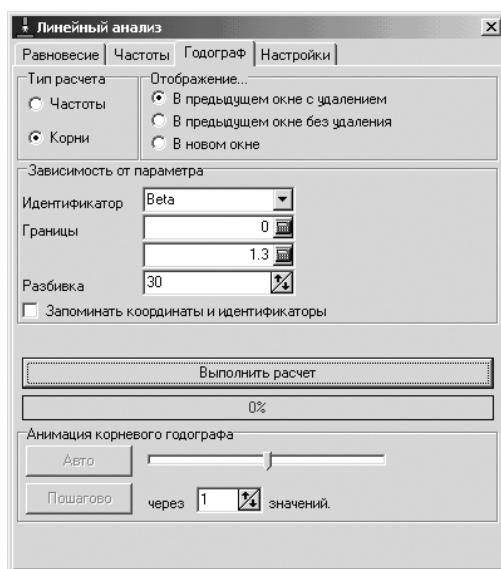

Рис. 1.52. Состояние диалогового окна **Линейный анализ** с открытой вкладкой **Годограф** и с введенными данными для параметра **Beta** (Доли демпфирования)
- установите в поле **Разбивка** число расчетов, равное 30. После этого диалоговое окно **Линейный анализ** будет выглядеть так, как показано на рис. 1.52;